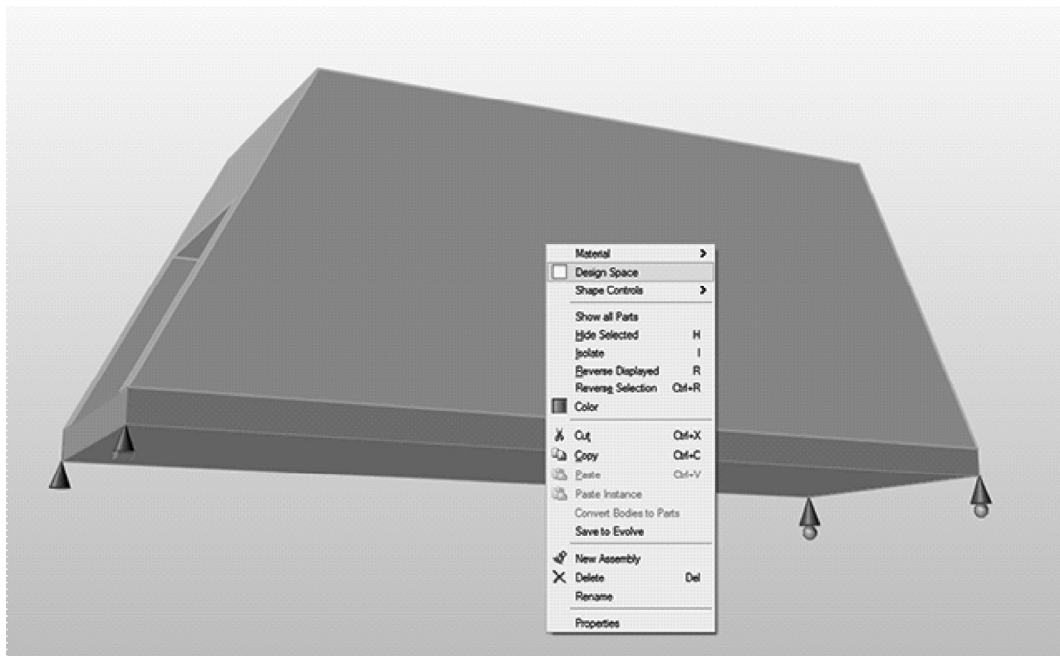

图 4-39
1) 用鼠标右键单击桥体零件（选中的零件呈现为黄色），弹出一个快捷菜单，如图 4-39 所示。